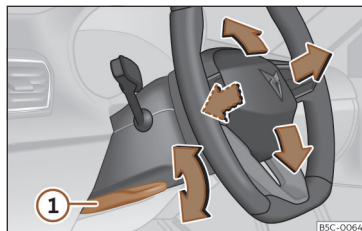

Abb. 84 Hebel auf der linken unteren Seite der Lenksäule.
- Hebel >>> (Abb. 84) ① nach unten schwenken, Lenkrad in die gewünschte Position bringen und Hebel wieder bis zum Schließpunkt nach oben drücken.
- Den Hebel >>> (Abb. 84) ① nach dem Einstellen immer fest nach oben schwenken, damit das Lenkrad während der Fahrt nicht unbeabsichtigt seine Position verändert.